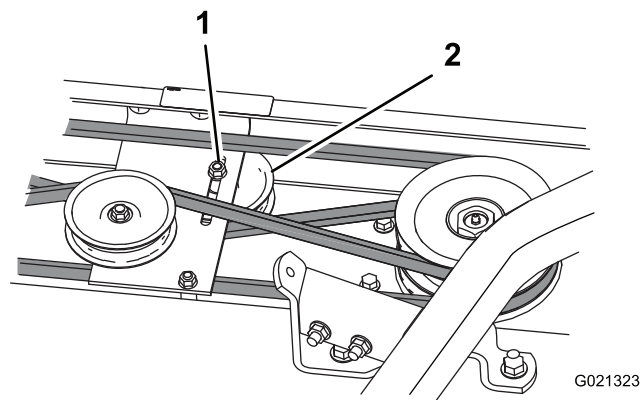

Figure 24
- Desserrez les poulies de tension pour détendre les courroies (Figure 24).
- Retirez les boulons de carrosserie, les rondelles freins et les écrous qui fixent le boîtier d'engrenages en place. Soulevez et dégagez le boîtier d'engrenages de la plaque de montage et placez-le au sommet du plateau de coupe (Figure 24).
- Pour tendre la courroie, poussez la poulie de tension contre la courroie en faisant levier puis serrez l'écrou à embase de la poulie (Figure 24).